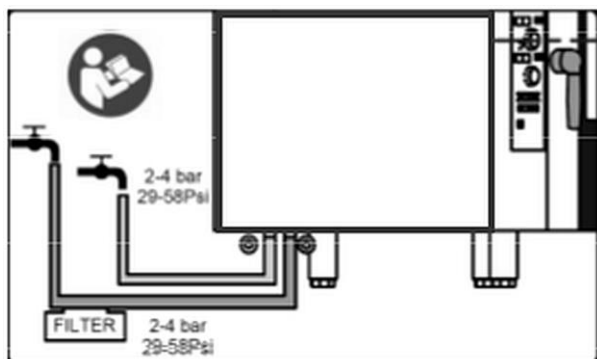

Fig. 13
- Raccorder l'appareil au réseau d'alimentation en eau, aux points indiqués (fig. 13), à l'aide des nouveaux tuyaux flexibles fournis par le fabricant **Il est interdit de réutiliser les anciens tuyaux.**